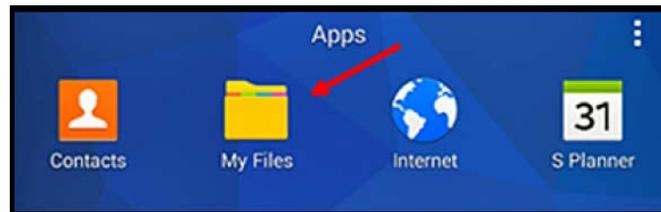

Рис. 55: Папка “My Files” (Мои файлы)
1. Откройте папку “My Files” (Мои файлы) на экране планшета и выберите APP в папке SD (см. Рис.55 ниже).